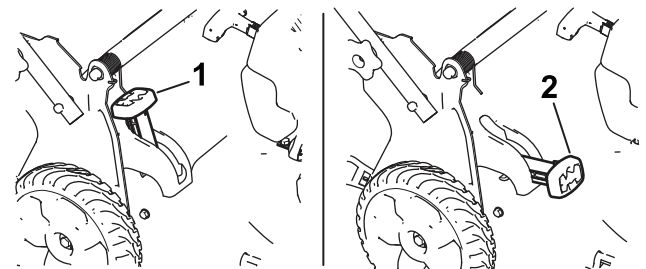

Figure 23
- **Pour ramasser les déchets d'herbe et de feuilles**, appuyez sur le bouton du levier de ramassage sur demande et déplacez le levier complètement en avant jusqu'à ce que le bouton ressorte (Figure 23).